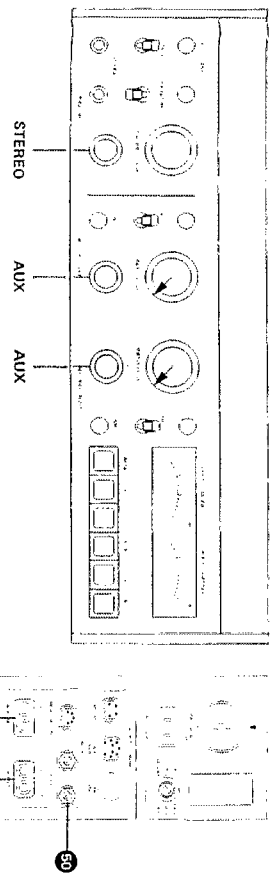

Fig. 6.4-3
- Bedienungselemente nach Fig. 6.4-3 einstellen.
- Set operating controls as per fig. 6.4-3.
- EFFECTUEZ les commutations selon la fig. 6.4-3.
- NF-Generator an Anschluss AUX INPUT (49) parallel anschließen.
- NF-Multivoltmeter an Ausgang OUTPUT (51) anschließen.
- Connect audio generator to both AUX INPUTS (49) in parallel.
- Connect audio multivoltmeter to OUTPUT (51).
- Recommencez un générateur SF aux entrées AUX INPUT (49).
- Branchez un multivoltmètre à la sortie OUTPUT (51).